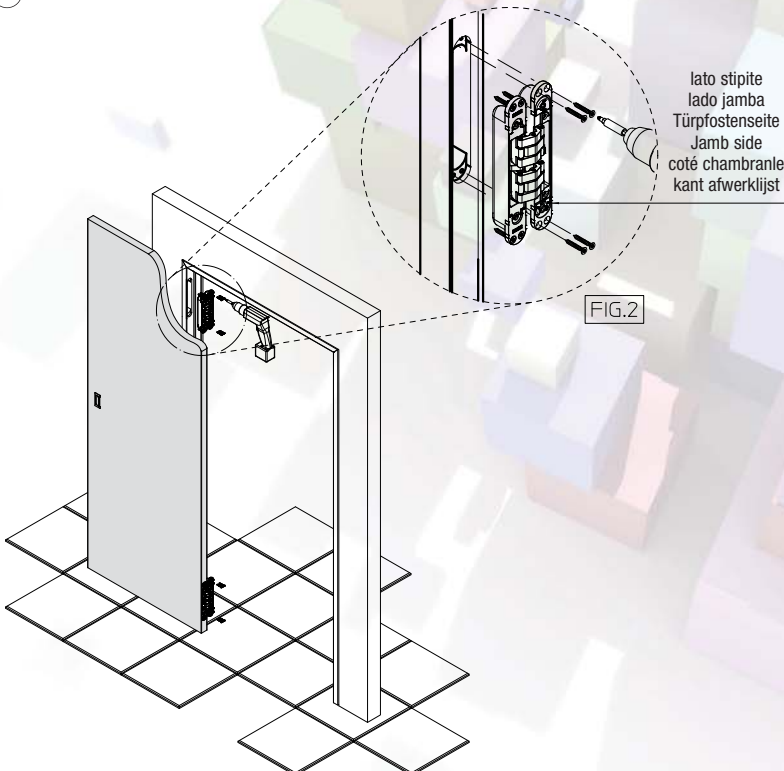

FIG.2
- 1 Montare la porta sullo stipite alloggiando le cerniere nelle rispettive fresate (fig.2). Fissare le cerniere con le apposite viti.
- E Instalar la puerta en el marco, alojando las bisagras en los correspondientes mecanizados (fig. 2). Fijar las bisagras con los tornillos.
- D Das Türblatt an der Zarge anbringen und die Türbänder in die jeweiligen Fräsungen einsetzen (Abb. 2). Die Türbänder mit den dafür vorgesehenen Schrauben befestigen.
- Ⓜ Monteer het deurblad in de omkasting door de scharnieren in de passende uitfrezingen te plaatsen. (fig.2) bevestig de scharnieren met de gepaste schroeven.